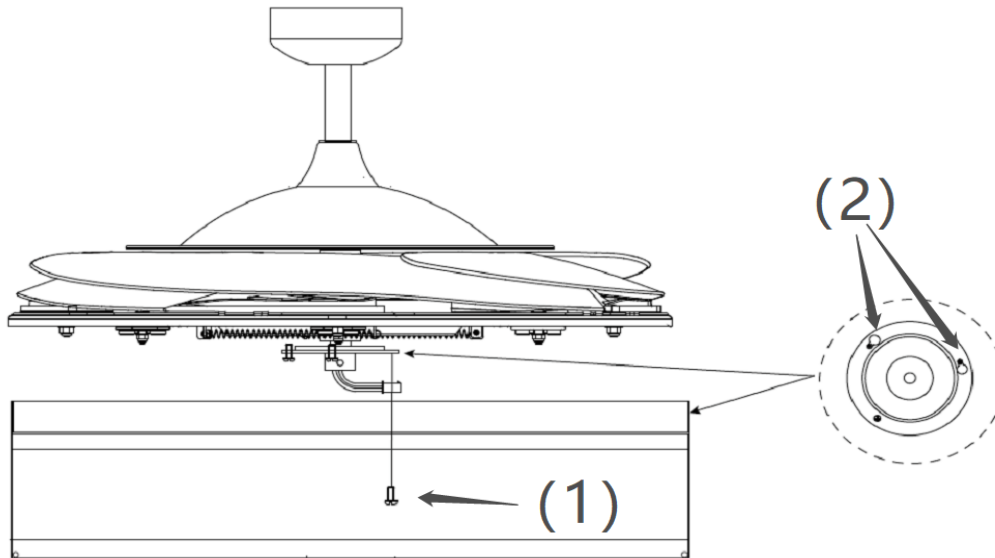

Fig. 6
INSTALACIÓN DE LA LÁMPARA (Fig. 6 y 7)
1. Afloje el tornillo (1) del soporte del ventilador. Alinee los dos tornillos de cabeza ranurada con las ranuras de llave (2) del soporte de la lámpara. (Fig. 6)
2. Gire la lámpara en el sentido antihorario hasta que los tornillos de cabeza ranurada estén correctamente posicionados en los extremos de las ranuras (2).
3. Vuelva a apretar el tornillo (1) al soporte de la pantalla. Apriete los tres tornillos. No apriete en exceso.